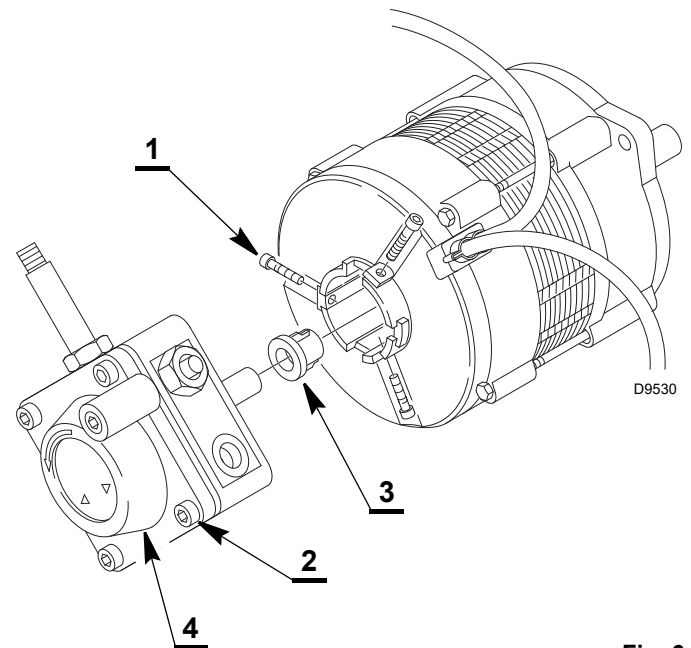

Fig. 6
- bloquear la bomba enroscando uniformemente los 3 tornillos 1) (Fig. 6), con un par de torsión aconsejado de $3 \pm 0,3 \text{ Nm}$.
- aflojar y quitar los 4 tornillos de fijación 2) (Fig. 6) de la tapa 4) y controlar las condiciones del filtro de combustible. Si hay indicios de suciedad sobre la superficie interna del cuerpo de la bomba, sobre la tapa o sobre el filtro, es probable que el depósito de combustible y las tuberías correspondientes estén contaminadas. Por consiguiente, es necesario realizar acciones correctivas (limpieza).